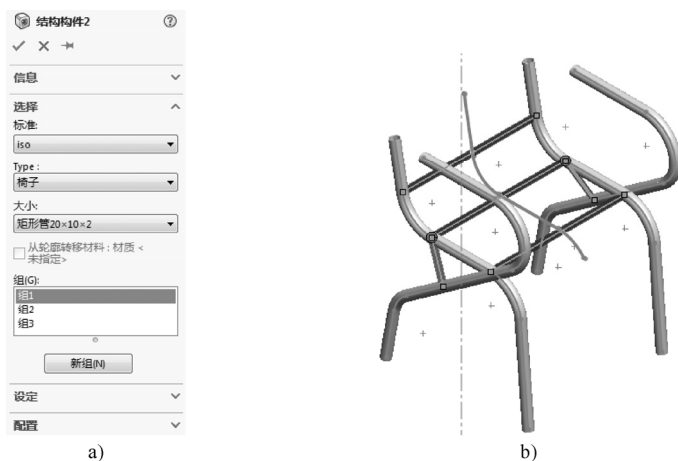

图 9-63 创建矩形管类结构构件
STEP 3 通过相同操作创建椅子的矩形管类结构构件，如图 9-63 所示。